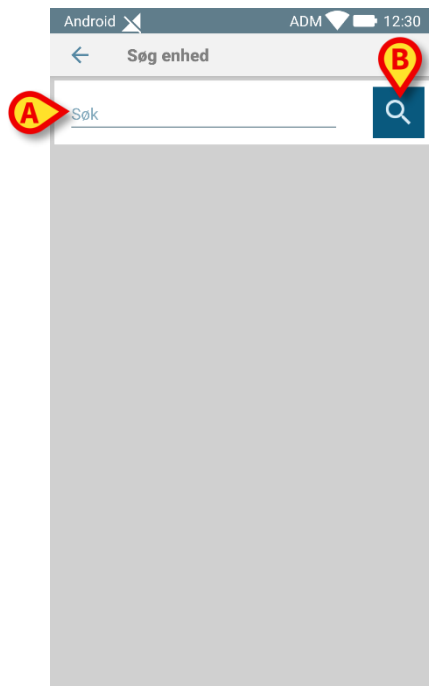

Fig. 158
Følgende skjermbilde, som gjør det mulig å søke etter ønsket enhet manuelt, vises (Fig. 158).
- Sett inn enhetens serienummer i feltet som er angitt i Fig. 158 A.
- Trykk på ikonet  (Fig. 158 B).
søkefunksjonalitet. For instruksjoner relatert til denne funksjonaliteten, se Fig. 158.